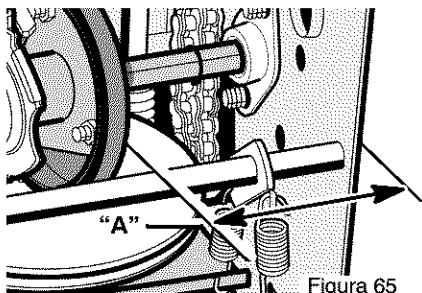

Figura 65
7. Fíjese en la posición de la **rueda de fricción** (consulte la Figura 65). La distancia correcta "A" desde el lado derecho de la **rueda de fricción** hasta la parte exterior de la caja del motor es la siguiente:
3. Mueva la **rueda de fricción** a la posición correcta (Figura 65).